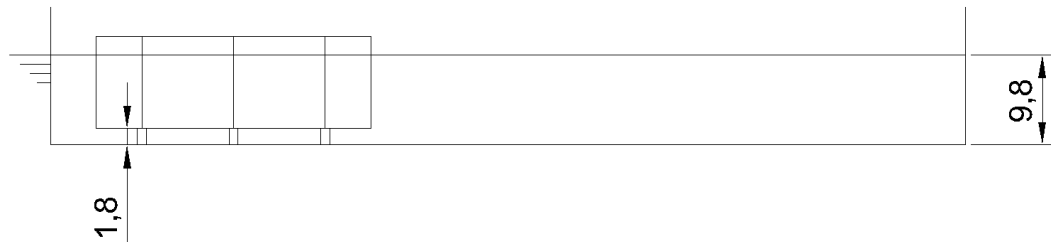

Figura 1 – Condição da balsa e do dique durante operação
4. No estaleiro em que você trabalha haverá uma manobra onde será necessário encher o dique para o lançamento de uma embarcação. Dentro do mesmo dique há uma pequena balsa que passa por reparos, porém esta não pode flutuar enquanto a manobra acontecer, a balsa encontra-se sobre fileiras de picadeiros posicionados em baixo das suas anteparas, conforme Figura 1. Para manter a balsa sobre os picadeiros você poderá alocar outras estruturas sobre ela (descritas a seguir), além de que a mesma possui dois tanques de lastro, um a bombordo e um a boreste que podem ser utilizados.